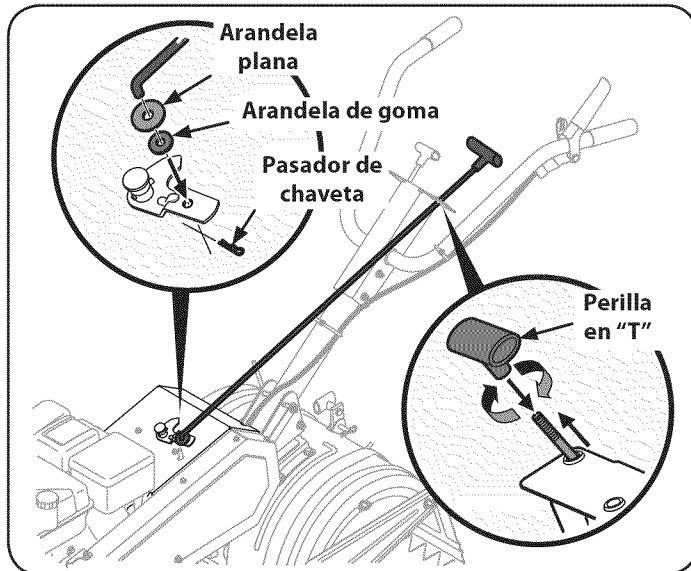

Figura 4
2. Extraiga el pasador de horquilla, la arandela, la arandela plana y la perilla en T de la varilla de control y coloque la arandela de goma en su lugar. Vea la Figura 4.
3. Deslice la varilla de cambio hacia arriba a través del conjunto de la manija superior, inserte el extremo inferior de la varilla de cambio dentro del soporte del indicador y sujételo con los herrajes que extrajo anteriormente. Vea la Figura 4.